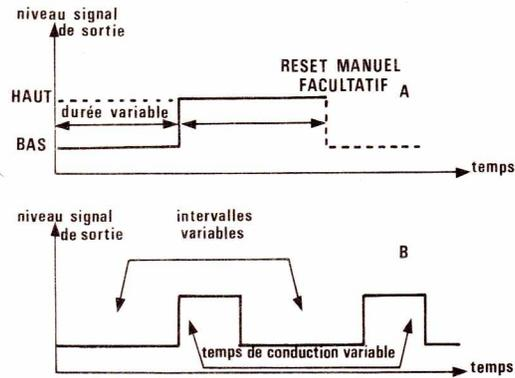

Figure 10
A la figure 10, le signal (B) est celui d'un temporisateur d'intervalles, par exemple un 555 monté en multivibrateur astable dont on pourra régler la fréquence et le rapport cyclique.